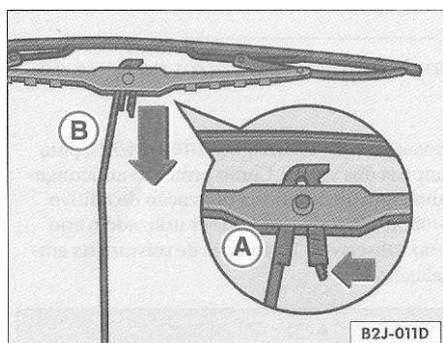

Fig. 103 Substituição das palhetas do limpador do pára-brisa
- Aperte a trava de segurança no sentido da seta => fig. 103 (A).
- Desencaixe a palheta no sentido da seta ^ fig. 103 © e retire-a do braço do limpador, na direção contrária.